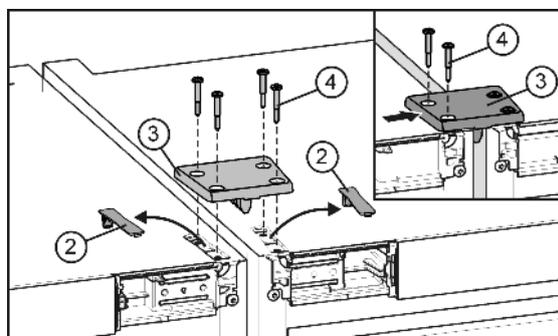

Fig. 5
- ▶ Выдвиньте из зацепления и снимите крышки Fig. 5 (2). С помощью соединительной пластины устройства автоматически выравниваются по высоте. Если одно устройство находится выше другого, начните с него.
- ▶ Установите соединительную пластину Fig. 5 (3) и закрепите ее на одном устройстве с помощью двух винтов Fig. 5 (4).